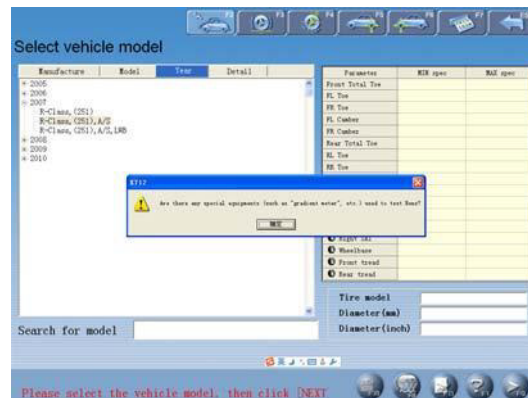

Рис.4.4
1. Для некоторых моделей Benz система предлагает выполнить измерения стандартных данных с помощью уклономера (градиентометра). Если выбрана модель автомобиля Benz, система отображает диалоговое окно, как показано на рис.4.4.